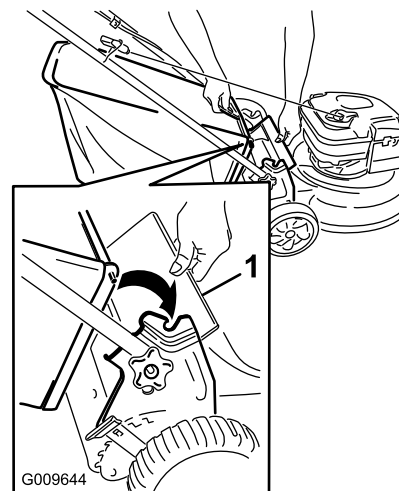

Figure 17
1. Soulevez le déflecteur arrière (Figure 17).
2. Insérez la poignée du bac à herbe dans les crans des supports du guidon (Figure 17).